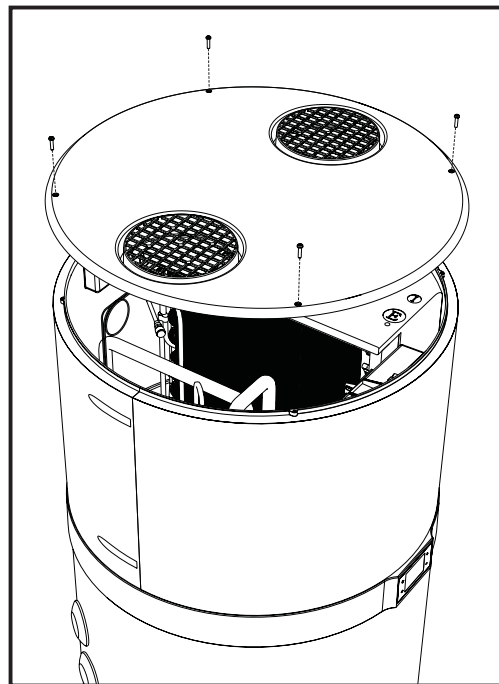

fig. 41 - Extracción de la cubierta superior
- Retire la cubierta superior desenroscando primero los tornillos de bloqueo (fig. 41).